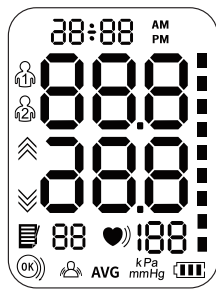

Fig. 2
4. Presione y mantenga apretado el botón POWER (encendido/apagado) para encender la unidad. Ésta parpadeará por un instante indicando que conduce una verificación (Fig. 2)